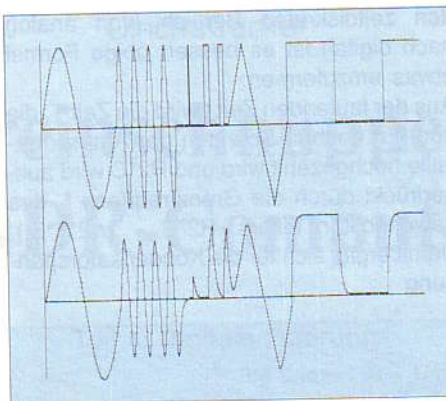

Abb. 4: Ergebnis einer digitalen Tiefpassfilterung.
Abb. 4 zeigt das Ergebnis eines Demoprogrammes zum Tiefpaßfilter, das exakt die oben aufgeführten Programmzeilen enthält. Bei der Ermittlung des Leckstromfaktors K wurde entsprechend der Gleichung (3) ein Verhältnis von $F_g/F_A=1/20$ festgelegt, um $K=0.269$ zu erhalten. Die Ergebnisse können folgendermaßen interpretiert werden:
Wenn der AD-Wandler mit einer Frequenz von 8kHz abgetastet hätte, läge die Grenzfrequenz bei $8\text{kHz}/20=400\text{Hz}$. Die erste Sinusschwingung erstreckt über 100 Abtastzeiten, was einer Frequenz von $8\text{kHz}/100=80\text{Hz}$ entspräche. Aus diesem Grund erscheint diese Sinusschwingung nahezu ungedämpft am Filterausgang. Im Vergleich dazu haben die anschließenden vier Schwingungen eine Periodendauer von nur 20 Abtastzeiten, gleichbedeutend mit einer Signalfrequenz, die gleich der Grenzfrequenz des Filters ist. Entsprechend der Theorie müssen Signale, die eine solche Frequenz aufweisen, um das 0.707-fache gedämpft das Filter verlassen. Dieser Faktor kann näherungsweise auch in der Abb. 4 gemessen werden.